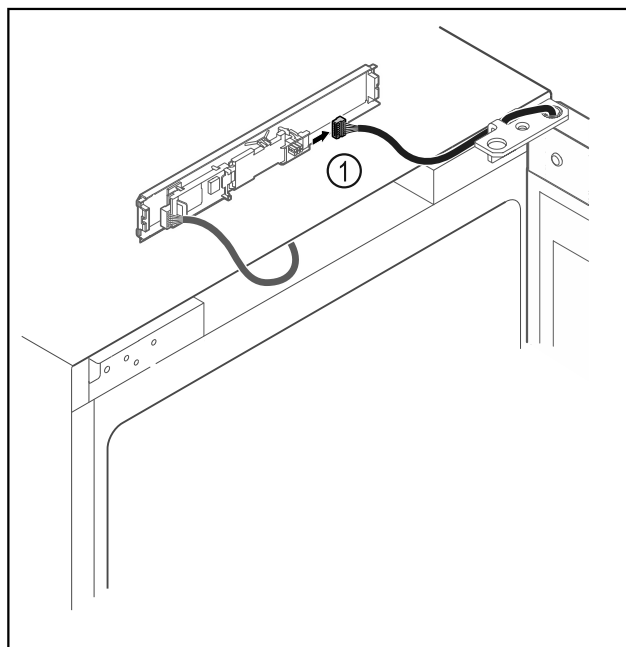

Fig. 12
- ▶ Scoateți fișa Fig. 12 (1) de la placa electronică.